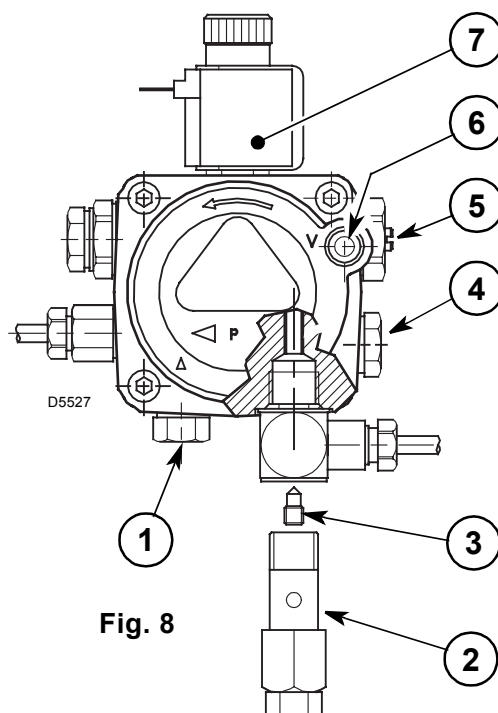

Fig. 8
- De pomp is voorzien voor een installatie met twee leidingen. Draai bij één leiding de koppeling van de terugloopleiding (2) los, verwijder de by-pass schroef (3) en draai de koppeling (2) opnieuw aan, (zie fig. 8).
Bij een installatie zoals in fig. 7, de vacuümmeteraansluiting (6, fig. 8) losdraaien tot er brandstof ontsnapt.
De manometer voor de controle van de druk moet worden gemonteerd op de plaats van de stop (4, fig. 8, blz 4).
Indien het nodig is om de druk aan te passen, draai aan de schroef (5, fig. 8, blz. 4).